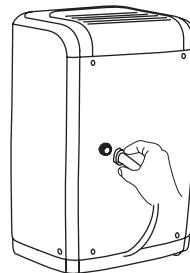

fig. 2
2. Introduceți capătul filetat mamă al furtunului pe conectorul de golire al unității (fig. 2).